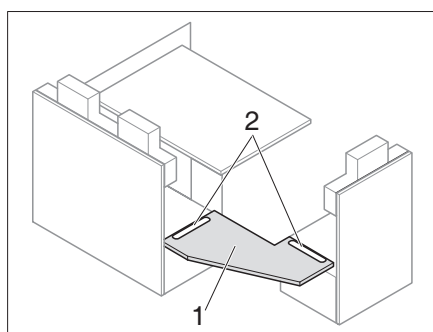
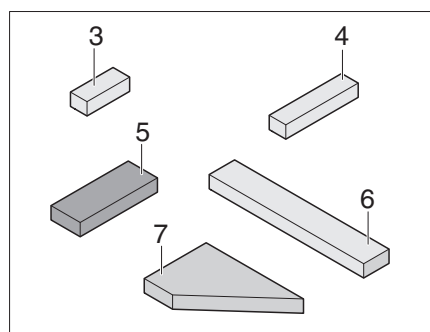
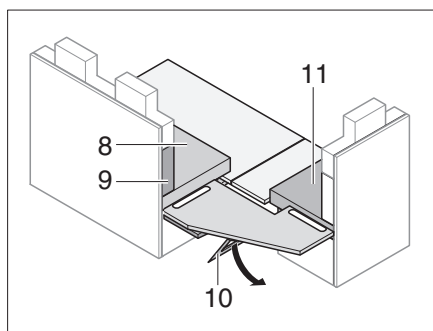
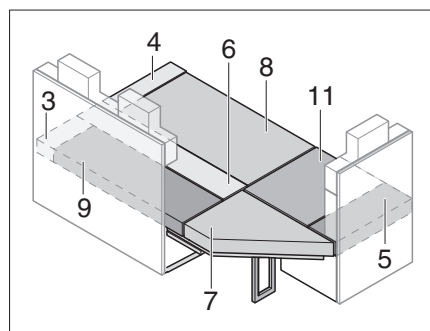

Fig. 176 Inserire il pannello di rinforzo
Fig. 177 Cuscino aggiuntivo
Fig. 178 Appoggio del pannello di rinforzo
Fig. 179 Dopo la trasformazione
- Applicare il pannello di rinforzo (Fig. 176,1) nelle scanalature (Fig. 176,2).
- Aprire il puntello (Fig. 178,10) sotto il pannello di rinforzo del divanetto (Fig. 176,1).
- Posizionare i cuscini del divano, dello schienale e aggiuntivi come illustrato in Fig. 179 (i numeri di posizione fanno riferimento a Fig. 177 e a Fig. 178).
- Aprire le prolunghe del divanetto (Fig. 176).